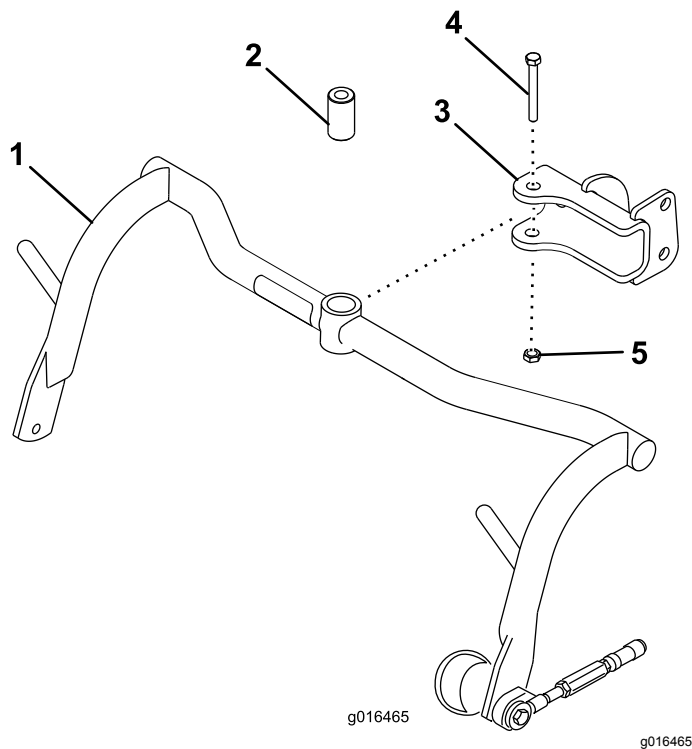

図 8
1. 各クレビスにキャリアフレームを取りつけるスペーサ、ボルト $\frac{1}{2}$ x $\frac{3}{4}$ インチ、ロックナット $\frac{1}{2}$ インチを使用する 図 8。91113N・m9.311.3kg.m = 6783ft-lbにトルク締めする。